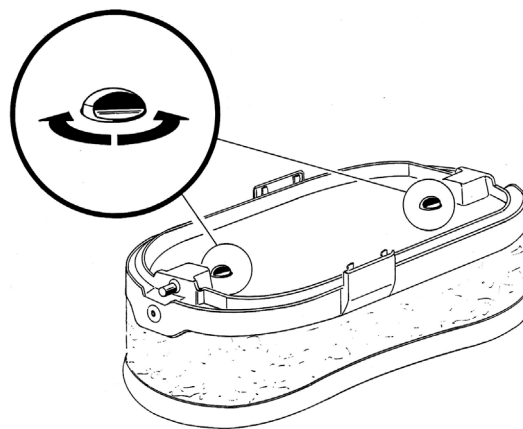

figura 2
- 10** E' possibile impedire la rimozione del coperchio ruotando i selettori posti nella parte inferiore. (vedere figura 2)